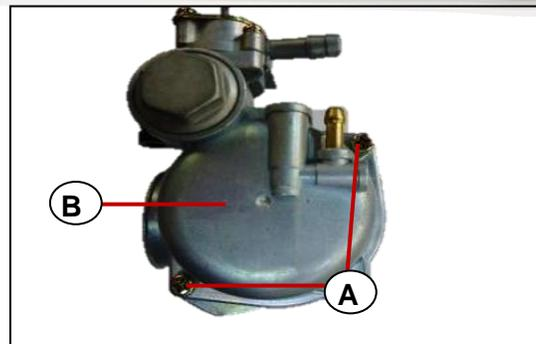

Fig. 8.8
- Retire los tornillos [A] que sujetan la tasa del carburador. **Fig. 8.8**